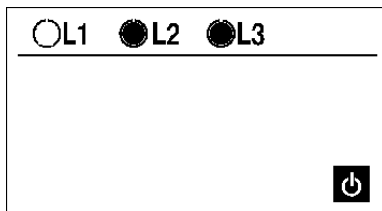
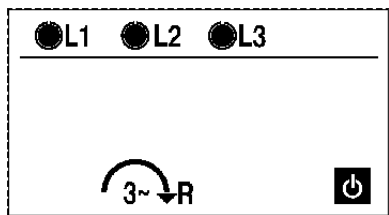

Bild 5.8.6: Anzeige bei fehlendem Außenleiter L1
Bild 5.8.4: Anzeige bei Rechtsdrehfeld
- Die angeschlossenen Außenleiter und das Drehfeld werden direkt angezeigt, siehe Bild 5.8.4 bis Bild 5.8.6.